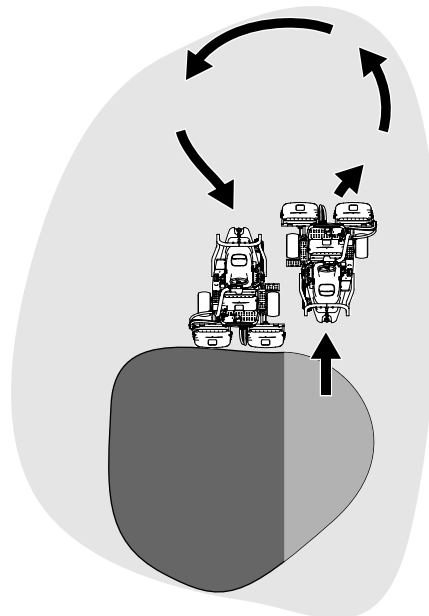

Рисунок 22
6. Чтобы сэкономить рабочее время и облегчить выравнивание для следующего прохода, на короткое время разверните машину в противоположном направлении, а затем направьте ее к нескошенной части. Такое движение машины является поворотом «по каплевидной траектории» (**Рисунок 22**), позволяющим быстро выровнять ее для следующего прохода.